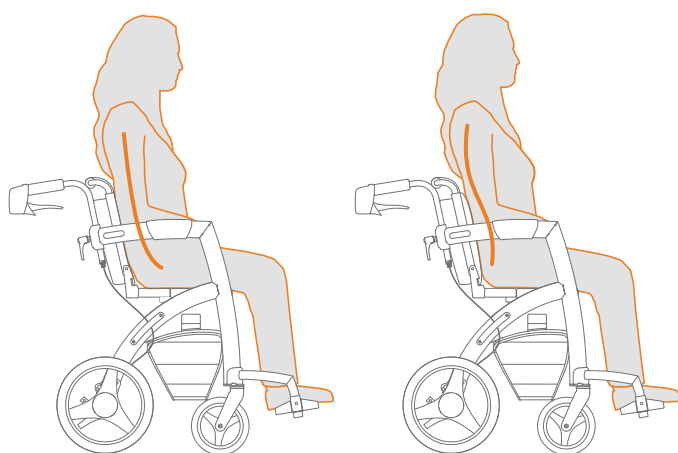

Figure 47: Avant et après le réglage des bandes, la position assise correcte est celle à droite.
- f.** Déterminez si cela vous convient, avec une position assise correcte **(Figure 47)**.